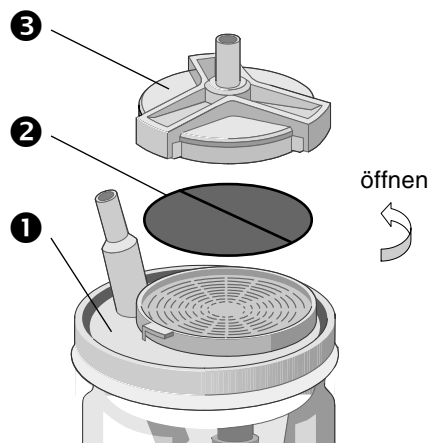

Bild 6. Einmal-Bakterienfilterblättchen
Unter Verwendung des Reinigers Neodisher AN (Hersteller Dr. Weigert, Hamburg) ist auch die Reinigung in einer Spezialspülmaschine möglich. Hierzu entfernen Sie vorher das Einmal-Bakterienfilterblättchen (Bild 6, Seite 13).
- Im Sekretbehälterdeckel befindet sich ein Einmal-Bakterienfilterblättchen (②, Bild 6), welches das Geräteinnere vor Kontaminierung schützt und durch seine hydrophobe Eigenschaft Flüssigkeiten stoppt. Es verhindert zusammen mit der mechanischen Überlaufsicherung das Einsaugen von Absauggut in das Geräteinnere und dadurch den Ausfall des Gerätes. Die Basis des Filtermaterials ist eine poröse Teflonschicht, die auf ein Trägermaterial (Polyestervlies) aufgebracht ist. Die Porengröße des Teflonmaterials ist 1µm.